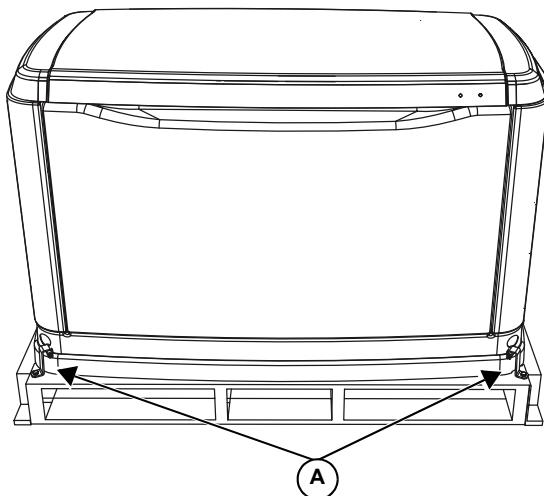

Figure 2-2. Générateur sur une palette
3. Voir la Figure 2-2. Retirez les boulons et les fixations installées sur la palette (A). Soyez prudent en retirant le générateur. Le pousser hors de la palette endommagera la base. Le générateur doit être soulevé de la palette en bois avant de le déplacer.